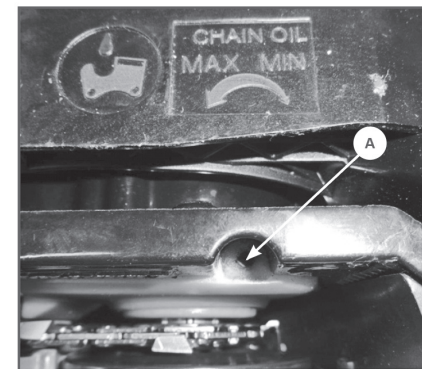

Рис. 12 Положение регулировочного винта подачи масла
3. Количество масла можно корректировать с помощью регулировочного винта А, который находится снизу бензопилы (Рис. 12). Это нужно для того, чтобы компенсировать изменение вязкости масла при работе в различных температурных условиях.